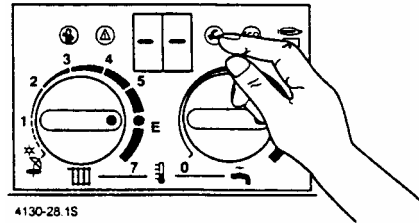

Рис. 38
- Нажать и держать сервисную кнопку до появления на дисплее “--” (рис. 38).